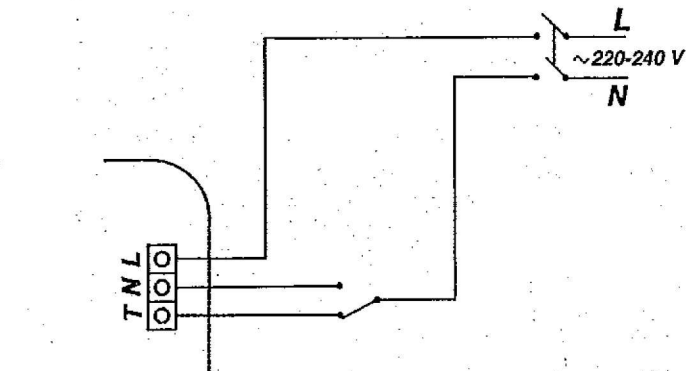

Fig. 10
**H MODEL (fig. 10)**
Automatisk funktion (fig. 10). Luftfugtighedsmodellen er udstyret med en justerbar luftfugtighedsmåler. Måleren er forindstillet til en relativ luftfugtighed på 65%. For at ændre indstillingen skal knappen drejes i urets retning for at øge og imod urets retning for at sænke den relative luftfugtighed. Det skal sikres, at det røde mærke på knappen er placeret på den ønskede stilling.